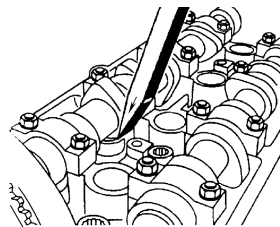

图 1-121 用木制
① 拆下气缸盖罩。
② 顺时针转动曲轴, 使得待查挺柱凸轮朝上。
③ 测量凸轮轴和挺柱间隙, 如果间隙大于 0.2mm , 更换挺柱。如果间隙小于 0.1mm 或无间隙, 用楔形木棒或塑料棒压下挺柱, 如图 1-121 所示。如果凸轮与挺柱间可放入 0.2mm 塞尺, 则更换挺柱。